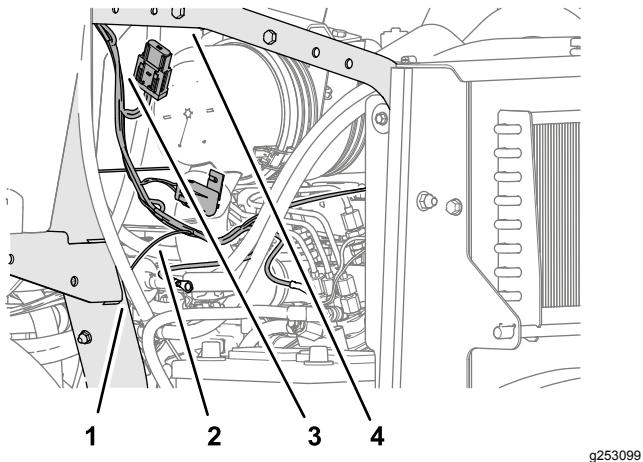

Figura 7
1. No lado esquerdo da máquina, encaminhe o ramal da cablagem da alimentação com o conector de terminal de patilha em direção à frente do motor e ao tubo da barra de segurança inferior (Figura 7).
3. Encaminhe o ramal da cablagem da alimentação com os conectores de dois pinos, de um só pino e oito tomadas ao longo do tubo da barra de segurança inferior e para cima para o tubo de apoio (Figura 7).